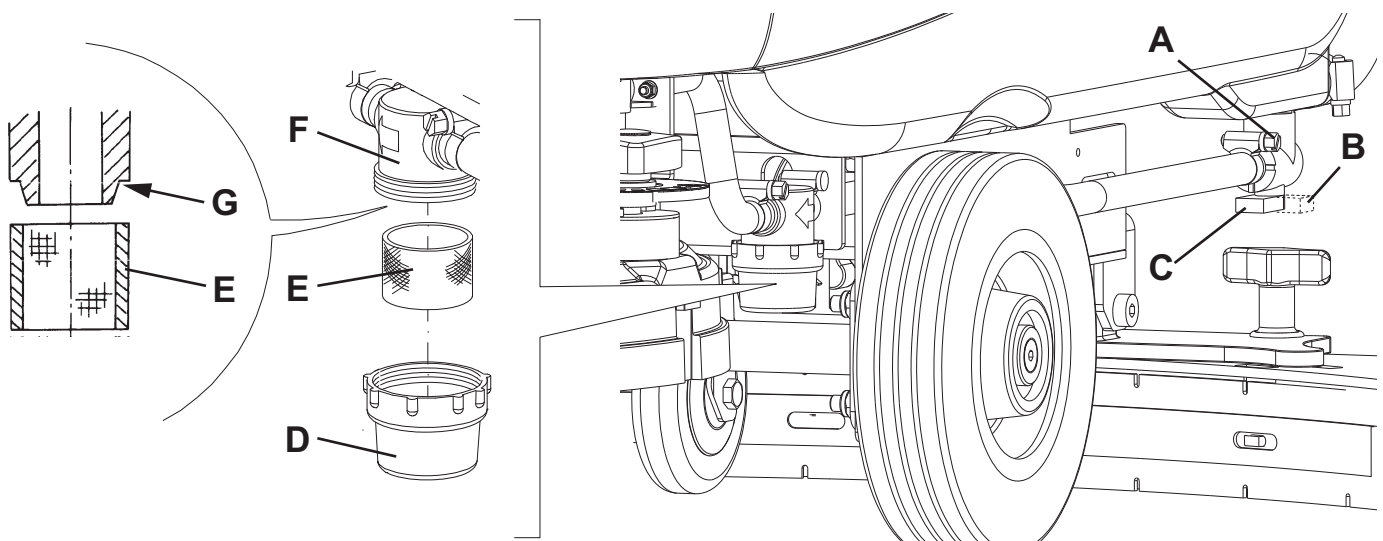

Figure 7
2. Positionner la clé de contact (80) sur "0".
3. Fermer le robinet (A, Fig. 7) de la solution situé dessous la machine, derrière la roue arrière droite. Le robinet (A) est fermé quand il se trouve dans la position (B) par rapport aux tuyaux ; il est ouvert quand il se trouve dans la position (C).
4. Enlever le couvercle transparent (D), puis déposer le filet filtrant (E). Les nettoyer et les reposer dans le support (F).